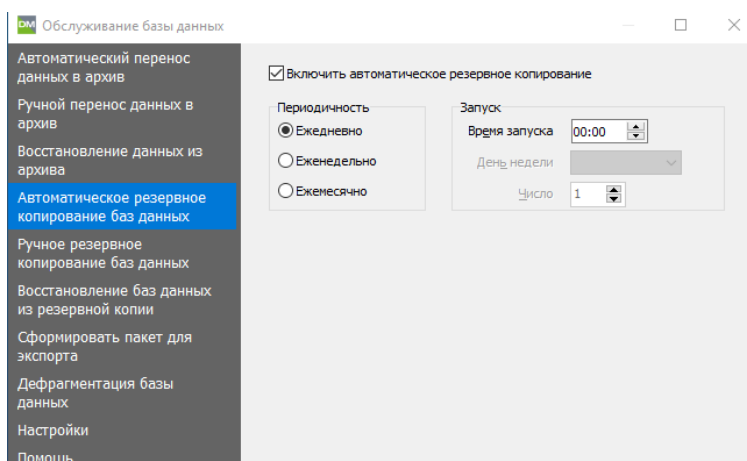

Рисунок 27.7 – Вкладка Автоматическое резервное копирование БД, периодичность Ежедневно
- 1) Перейти на вкладку **Автоматическое резервное копирование БД** (рисунок 27.7).